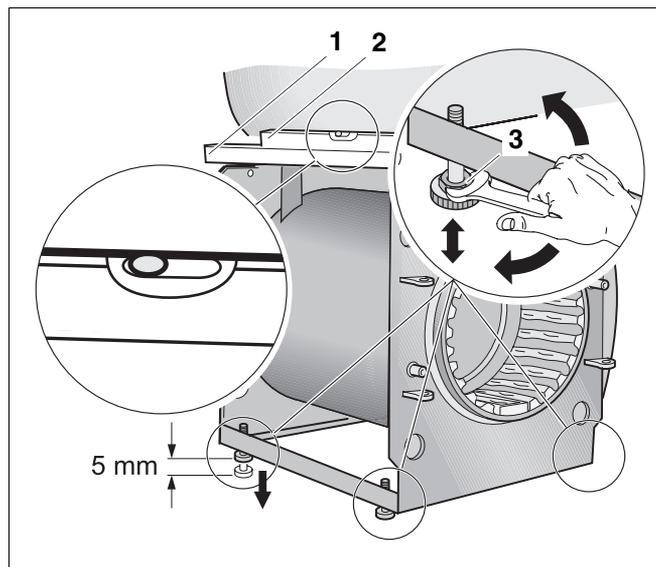

Abb. 9 Heizkessel mit Fußschrauben ausrichten
Die hinteren Fußschrauben sind werkseitig 5 mm höher, da der Heizkessel eine leichte Steigung (Abb. 9, Lupe-Wasserwaage) benötigt, damit sich keine Luft im Heizkessel sammeln kann.
- Justieren Sie die Fußschrauben im Kesselrahmen (Abb. 9, **Pos. 3**) nur dann, wenn das Fundament nicht eben und waagrecht ist.
- Heizkessel mit einer Wasserwaage (Abb. 9, **Pos. 2**) und mit Hilfe einer Richtlatte (Abb. 9, **Pos. 1**) ausrichten.